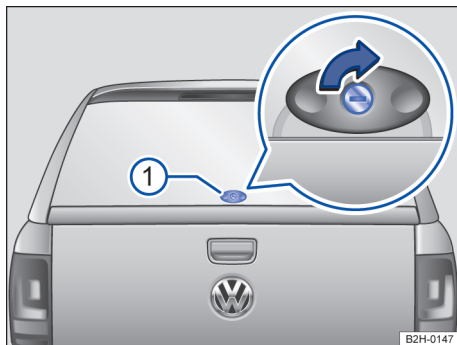

Fig. 56 Abrir a tampa da capota rígida.
- Introduzir a chave da capota rígida no cilindro da fechadura do manípulo → Fig. 56 ❶.